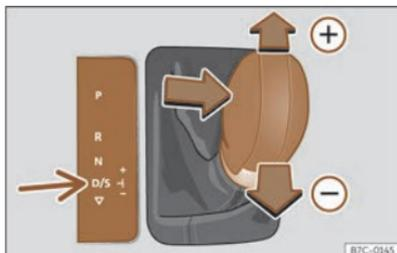

Fig. 92 Console centrale: cambio con Tiptronic.
- Spingere in avanti la leva \oplus o all'indietro \ominus per aumentare o diminuire la marcia >>> **fig. 92**.